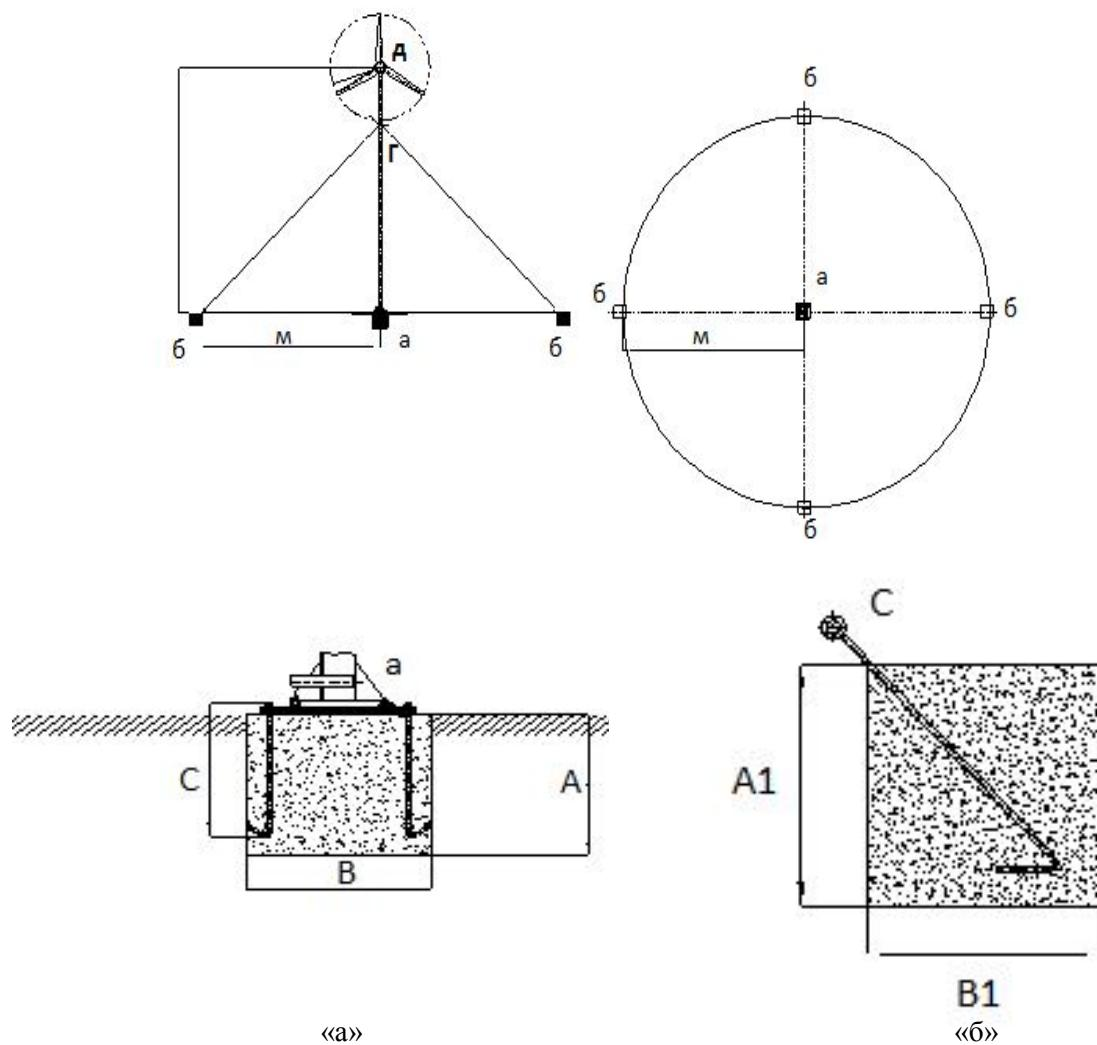

Рисунок 4
Исходя из мощности ветротурбины, нужно сделать разметку площадки под установку см. рис. 4 и таблицу 2.
Выкопать ямы (обозначены «б» и «а» на Рис.4) для заливки фундамента анкерных закладок для оттяжек мачты и основания мачты. Ямы «б» должны быть симметричные относительно друг друга, по таблице 2 выбрать размеры фундамента исходя из мощности ветрогенератора. Яму под фундамент - основание ветроустановки - выкопать исходя из мощности ветроустановки (см. таблицу 2).
- Следуя плану бетонной основы (рис.4), выкопайте отверстия для бетонирования, размеры которых указаны в таблице 2.